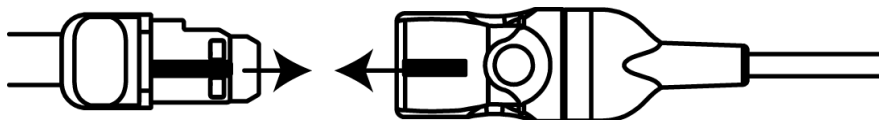

Figura 12-13 Conexión de un sensor al cable del preamplificador
- 3 Coloque el conector del sensor frente al conector del cable del sensor y alinee las marcas de ambos (Figura 12-13).